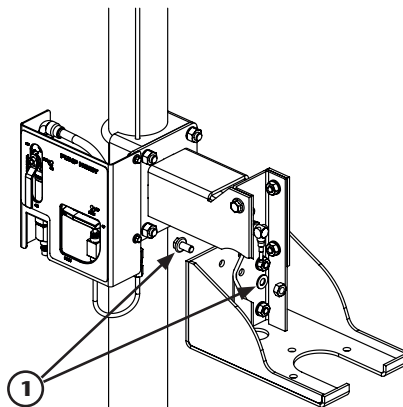

Fig. 3
1. Para los modelos (391020, 391020.270, 391023, 391021): Sitúe el soporte bomba y fíjelo al brazo soporte mediante los tornillos (1) (fig. 3).